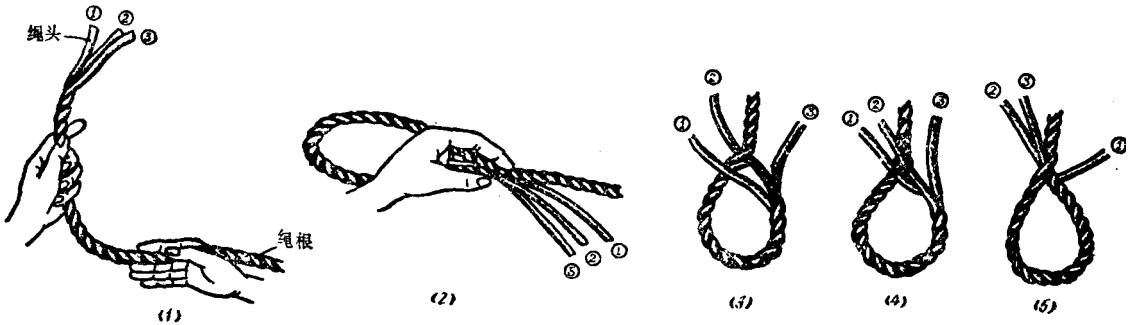

图1-34 琵琶头
插法：首先将绳头的一端放在左手，绳根的一端放在右手，把绳头松开四~六花，并分成1、2、3索股，如图1-34(1)所示，按照琵琶头所需的大小，作一环状，把绳头紧贴在绳根上一并抓紧，如图1-34(2)所示。右手扭开绳根最上面的一股索股（用手扭不开的索股可用木笔穿插），把第2股（即中间一索股）从里向外插入扭开的索股中，如图1-34(3)所
示，再将第 1 股顺绳头方向插入前一扭开的索股中，如图 1-34(4) 所示，然后把琵琶头反过来，将第 3 股插入相邻已扭开的索股中，使三根索股各在三个绳股的空隙中穿出，这称起头。依次收紧各股，使各股受力均匀，如图 1-34(5) 所示。